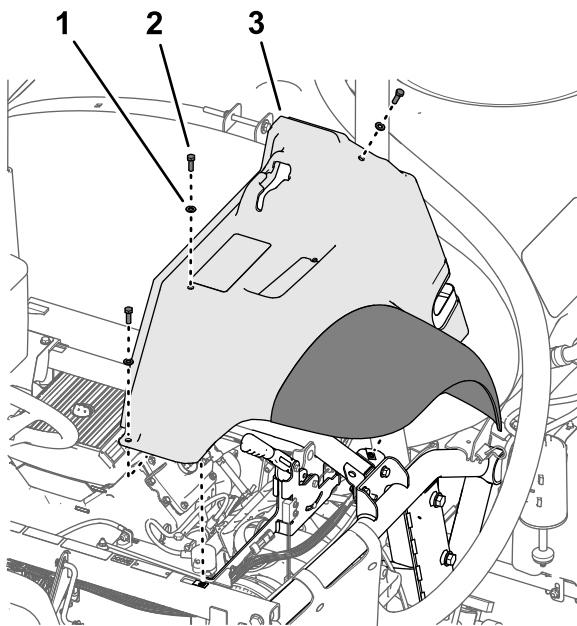

図 9
2. フェンダを車体フレーム5/16 x 1 インチ3本とワッシャ5/16 インチ3枚を取り外す 図 9。